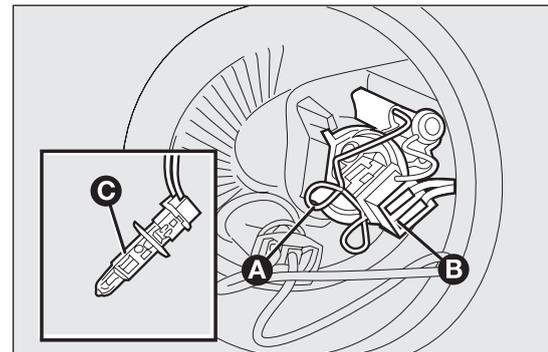

fig. 160
- desenganchar la ballestilla de sujeción de la lámpara A fig. 160;